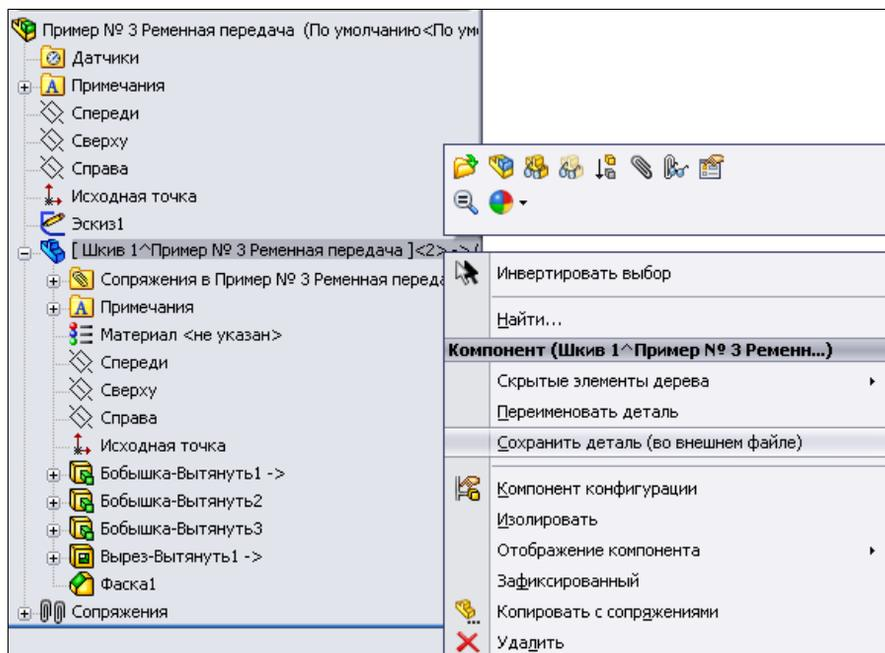
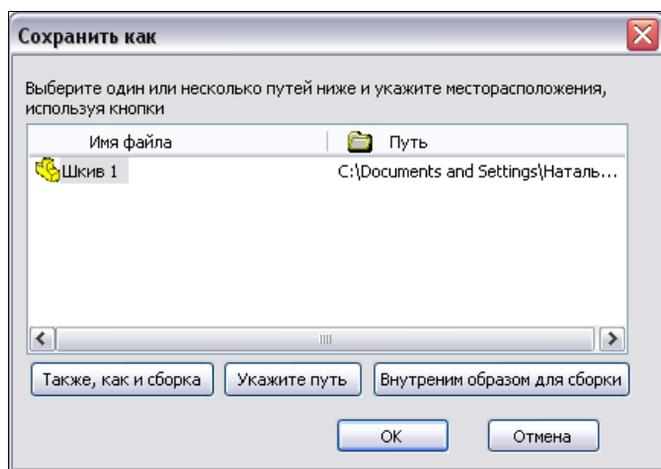

Рис. 6.75
Рис. 6.76
12. Новое имя детали также будет указано в квадратных скобках, деталь является виртуальным компонентом сборки. Чтобы сохранить виртуальный компонент в отдельном файле, щелкните правой кнопкой мыши имя детали и выберите в контекстном меню команду **Сохранить деталь (во внешнем файле)** (рис. 6.75). На экране откроется окно **Сохранить как**, в котором нужно указать путь для сохранения этого файла (рис. 6.76). Для указания пути необходимо в окне **Сохранить как** выделить имя файла, щелкнув его, затем нажать кнопку **Укажите путь**. Если деталь будет находиться в той же папке, что и сборка, то можно нажать кнопку **Также, как и сборка**.